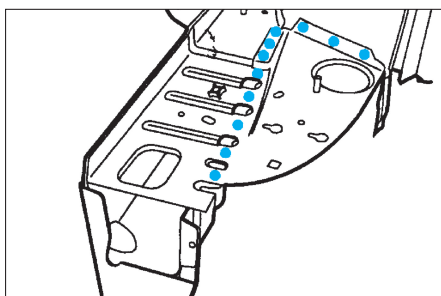

FIG. 17
- Souder par points électriques (avec l'équipement AB1) (Fig.17).